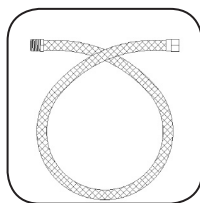

Fig. 13
- É de uso obrigatório a mangueira metálica flexível, para a ligação do gás [Fig. 13].